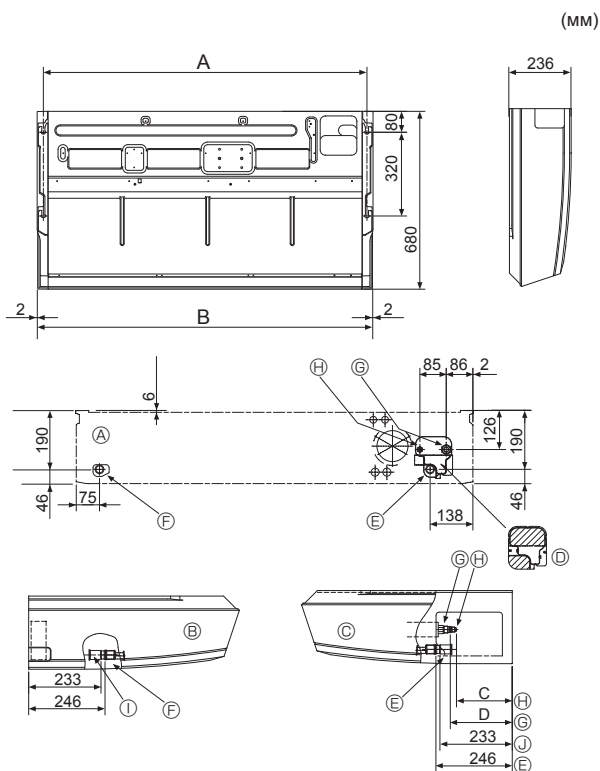

Fig. 3-2
①	Прокладка	4 шт.
②	Изоляция для труб	1 шт. Большой размер (для газового трубопровода)
③	Изоляция для труб	1 шт. Небольшой размер (для жидкостного трубопровода)
④	Лента	4 шт.
⑤	Соединительная муфта	1 шт. С отметкой "UNIT"
⑥	Изоляция для муфты	1 шт.
⑦	Изоляция для дренажного трубопровода	1 шт.
⑧	Гайка раструбного стыка	1 шт. $\varnothing 6,35$ (Только RP60)
3.2. Подготовка к установке (Fig. 3-2)